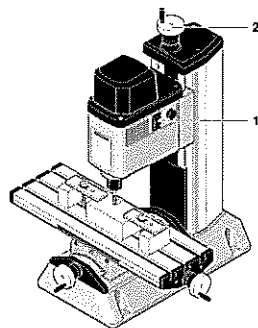

Fig. 4
2. Fräse am Schalter 1 (Fig. 4) einschalten.